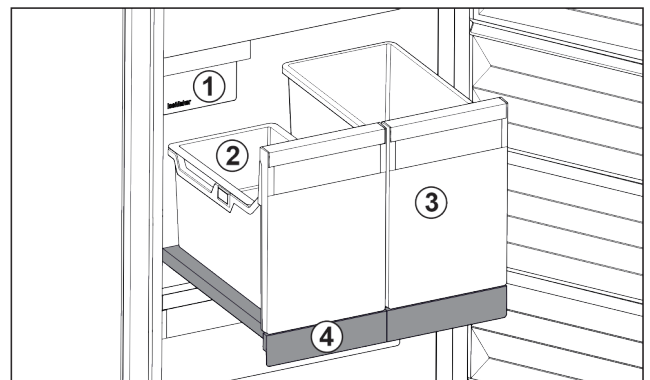

Fig. 32 Изтегляща се дъска с IceTower
- (2)** Окачваща се поставка    **(4)** Изтегляща се дъска за ледени кубчета
Върху изтеглящата се дъска има два високи съда (IceTower). В съда Fig. 32 (2) се събират и съхраняват ледени кубчета от IceMaker. Съдът Fig. 32 (3) е подходящ за съхранение на високи хранителни продукти като пици или алкохолни напитки.